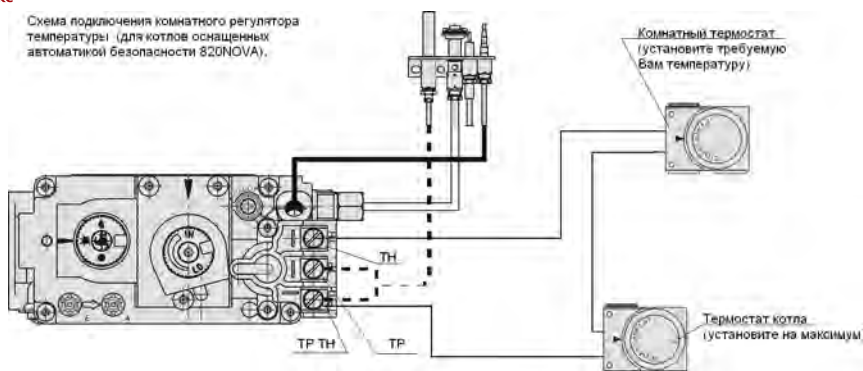

Рис. 12.
**Для котлов мощностью от 35 до 40 кВт с газогорелочным устройством на основе итальянской автоматики «820 Nova» и инжекционной горелки Polidoro (см. рис. 12) ВНИМАНИЕ!**